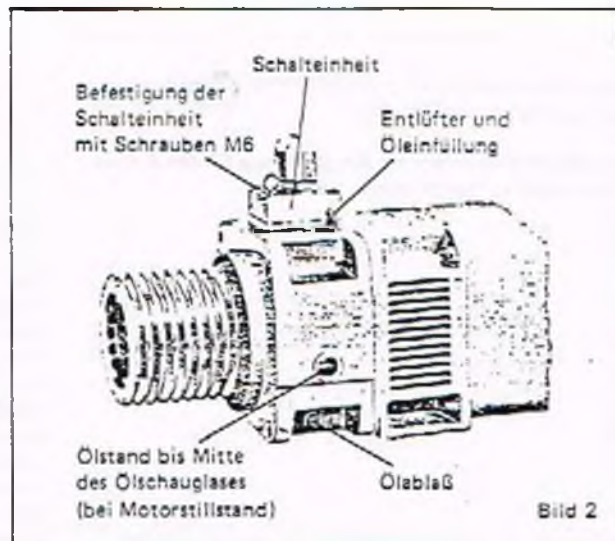

Bild 2
Il lobo (N) rivolto verso l'esterno della stama di contatto delle spazzole (fig. 4) deve agganciarsi nella fessura dietro la costolatura trasversale superiore del guidaspazzola (fig. 2).
Utbyte av borstarna skall genomföras när borstarna hos huvudmaskinen utbytes. Borstarna utbytes, borstresten avlägnas, borstapparaten och kommutatorn rengöres från damm från borstarna, takometergeneratorn utplåses och ny borste (8.90) insättes. Den utåt böjda klacken på kontaktbygeln måste haka in i slisten bakom det övre svarstaget på borststyrningen (fig. 2). Om kommutatorn uppvisar rifflor måste den svarvas.
1. Harting-Stecker abziehen, dann die 4 Befestigungsschrauben M6 mit Unterlagscheiben herausschrauben. Danach kann die komplette Schalteinheit (Bild 2) abgenommen werden.